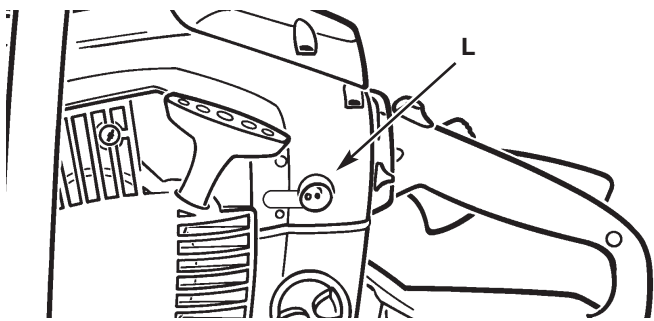

Fig. 8
1. Accès d'ajustement d'immobilité - le symbole "T" (pour la poussée) se trouve au-dessus du trou d'ajustement (Fig. 8).